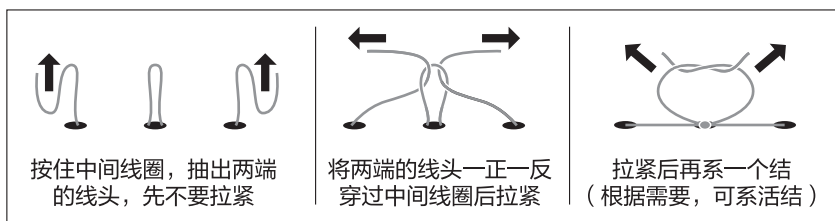

图7
8. 捏住锁紧块取走压纸器，抽出两端线头在中间穿过打结（图7），将文件取出。